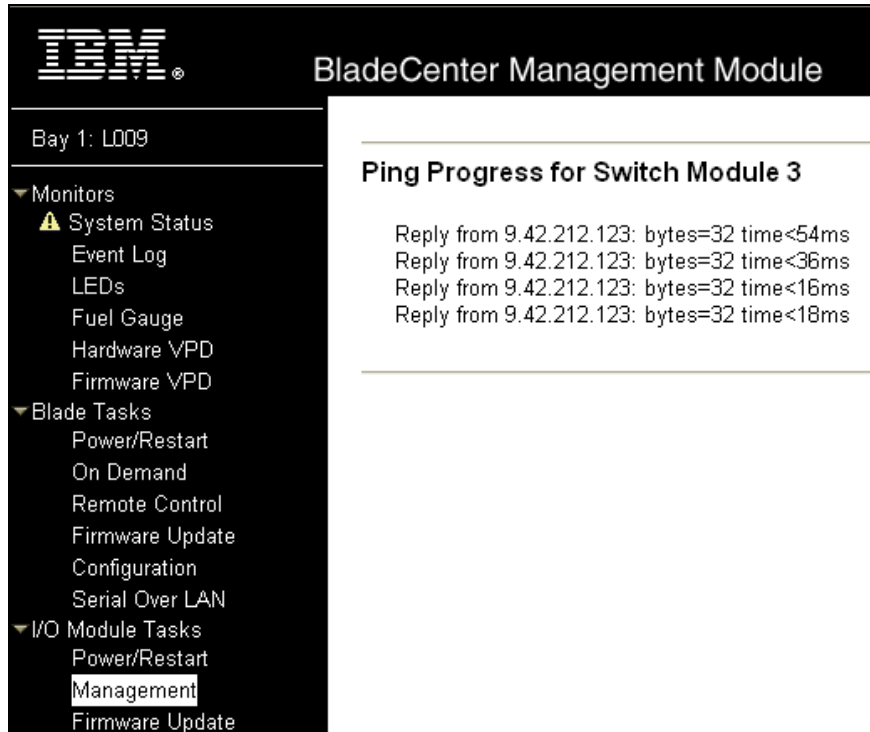

図 7-13 スイッチ・モジュールの Ping
- ping 要求を送信して、スイッチがアクティブであるかどうかを確認する (図 7-13)。管理モジュールから、「I/O Module Tasks」→「Management」をクリックします。「Bay 3 InfiniBand SM」ウィンドウから、「Advanced Management」をクリックします。「Advanced Management for I/O Module 3」ウィンドウから、「Send Ping Requests」→「Ping Switch Module」をクリックします。ping が成功したら、スイッチは InfiniBand ファブリックにいつでも接続できます。